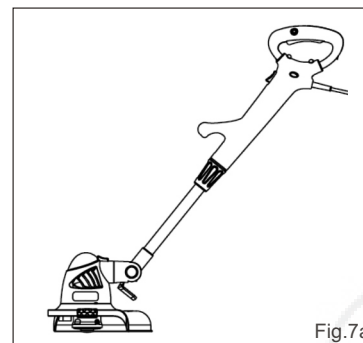

Fig. 7a
(1) Houd de buis van de graskantsnijder met één hand vast en druk op de rotatieknop. (Fig. 7a)